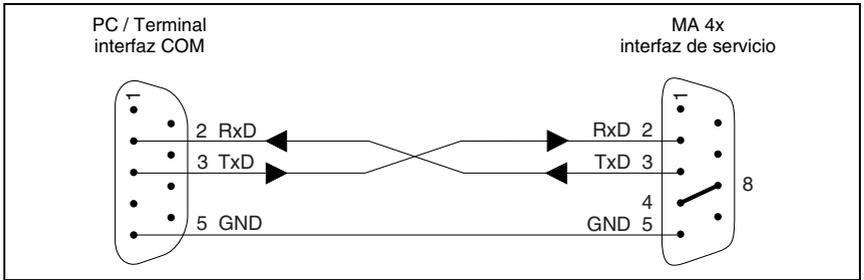

Figura 8.1: Cable de cebado para MA 4x DP-k
- Dentro del menú desplegable **Online** → **System** → **Bootstart** aparece en pantalla una indicación «Reseteando el sistema...», que debe ser confirmada tras la lectura. Con la tecla ESC se cancela la operación. Tras confirmar aparece en la pantalla el mensaje «Esperar a la respuesta del equipo» (vea la figura 8.1 en la página 75).